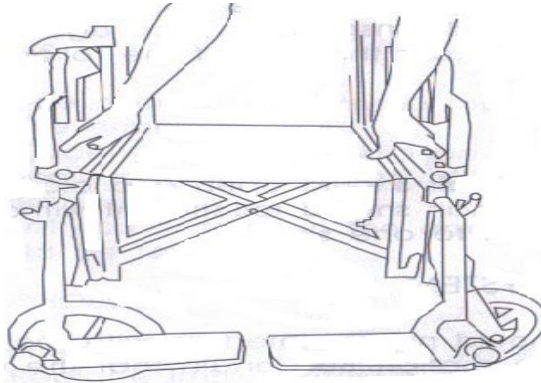

Fig. 1
2. Pour ouvrir la chaise roulante, poussez les rails du siège et appuyez jusqu'à ce que la chaise soit complètement dépliée en faisant attention de tenir vos doigts éloignés des parties en mouvement (Fig. 1).